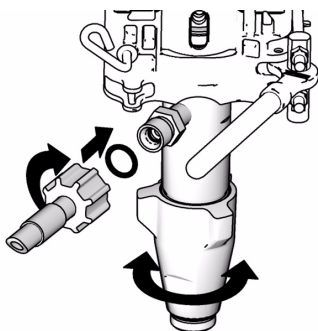

Рис.26
4. Рис.26. Закройте дверцу насоса и поверните щеколду на место. Не затягивайте щеколду.
5. Рис.26. Переверните насос, чтобы подогнать шланг материала. Подсоедините шланг материала у затяните вручную до 70 дюйм-фунт